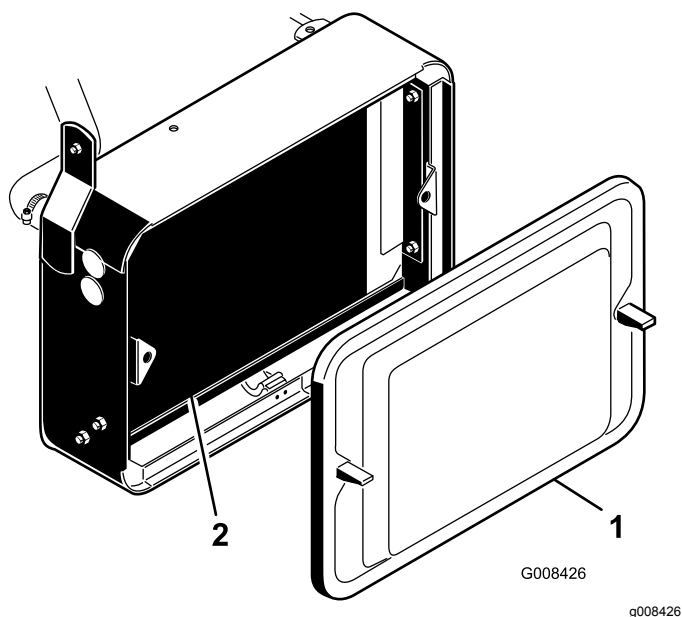

Рисунок 46
1. Снимите решетку радиатора (Рисунок 46).